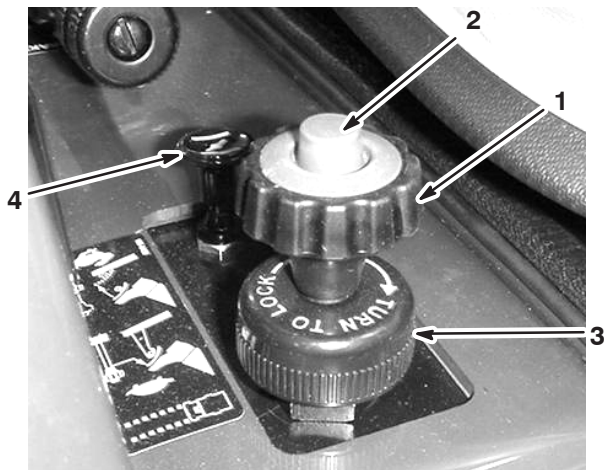

Bild 14
Der Geschwindigkeitsbegrenzer ist ein großes Handrad an der rechten Seite des Sitzes (Bild 14). Mit dem Handrad können Sie das maximale Durchtreten des Fahrpedals und damit die maximale Geschwindigkeit des Sprüheräts einstellen.
2. Drücken Sie die Taste oben am Handrad des Geschwindigkeitsbegrenzers und ziehen Sie es nach oben, bis es das Fahrpedal berührt. Lassen Sie dann die Taste los (Bild 14).
4. Nach dem Einstellen können Sie die Stellung arretieren. Drehen Sie hierfür den Arretiererring unten am Geschwindigkeitsbegrenzer im Uhrzeigersinn, bis er fest sitzt (Bild 14). Drehen Sie zum Lösen der Arretierung den Arretiererring entgegen dem Uhrzeigersinn, bis er lose ist.
Der Choke ist ein kleines Handrad an der rechten Seite des Sitzes (Bild 14). Ziehen Sie zum Anlassen eines kalten Motors den Chokehebel heraus. Stellen Sie nach dem Anlassen des Motors den Choke so ein, dass der Motor ruhig läuft. Drücken Sie den Hebel so bald wie möglich ganz hinein (Aus-Stellung). Ein bereits warmer Motor erfordert keine oder fast keine Starthilfe.